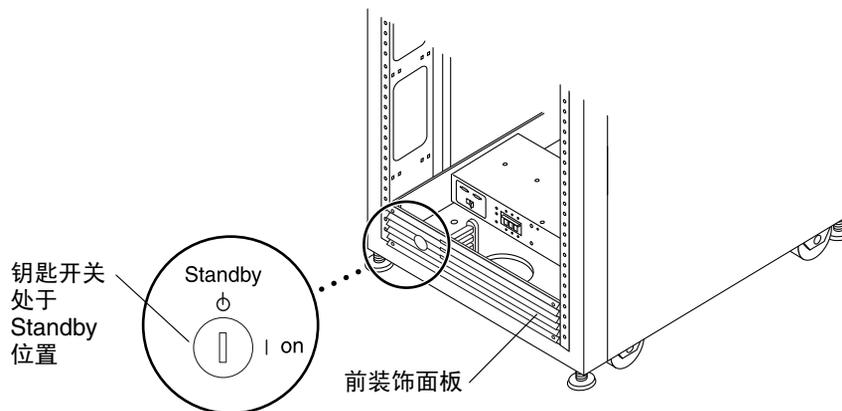

图 B-1 钥匙开关在底部前面板上的位置（Standby 位置）
1. 验证基本机柜和任何扩充机柜前下方的钥匙开关是否均处于 **Standby** 位置（图 B-1）。此开关的钥匙位于基本机柜和扩充机柜（如果适用）随附的工具包内。如果钥匙开关不在 **Standby** 位置，请插入钥匙，将钥匙开关转到 **Standby** 位置。